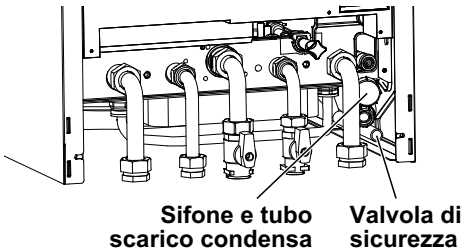

Fig. 5.4
- Collegare lo scarico della valvola di sicurezza ad un imbuto di scarico Fig. 5.4.
- Inserire il tubo flessibile di scarico condensa in Fig. 5.4 all'interno del condotto di scarico condensa domestico o nell'imbuto di scarico della valvola di sicurezza, qualora lo scarico sia idoneo a ricevere condensa acida.